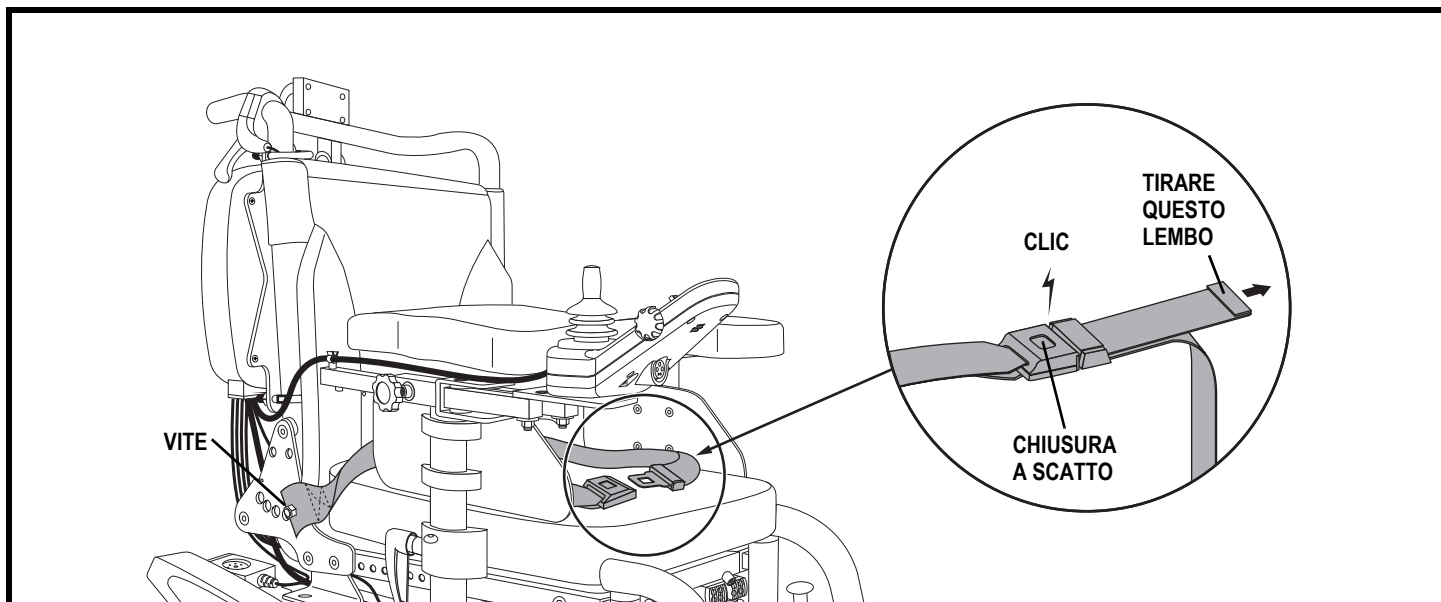

Figura 25. Installazione e regolazione della cintura di posizionamento
La Carrozzina elettrica può disporre di una cintura di posizionamento regolabile secondo la comodità dell'operatore. **Vedere figura 25.** La cintura di posizionamento è progettata per sostenere l'operatore in modo che non scivoli verso il basso o in avanti nel sedile e può essere regolata per maggiore comfort dell'operatore. La cintura di posizionamento non è prevista per essere usata come dispositivo di contenimento.
1. Inserire la vite attraverso la linguetta di montaggio sulla parte terminale della cintura di sicurezza e quindi attraverso lo schienale. **Vedere figura 25.**